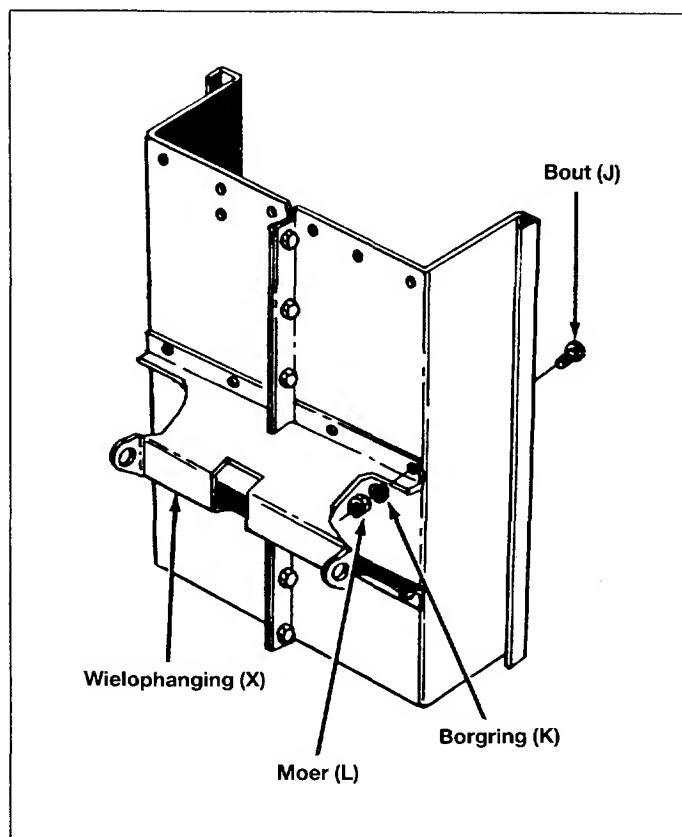

Fig. 4
5. Plaats de wielophanging (X) in de bodem van de aanhangwagen. Zie fig. 4.
6. Monteer de wielophanging op het wagentje met acht bouten (J), borgringen (K) en moeren (L). Zie fig. 4. De bouten aan de binnenkant van de wagen aanbrengen en goed aanhalen.